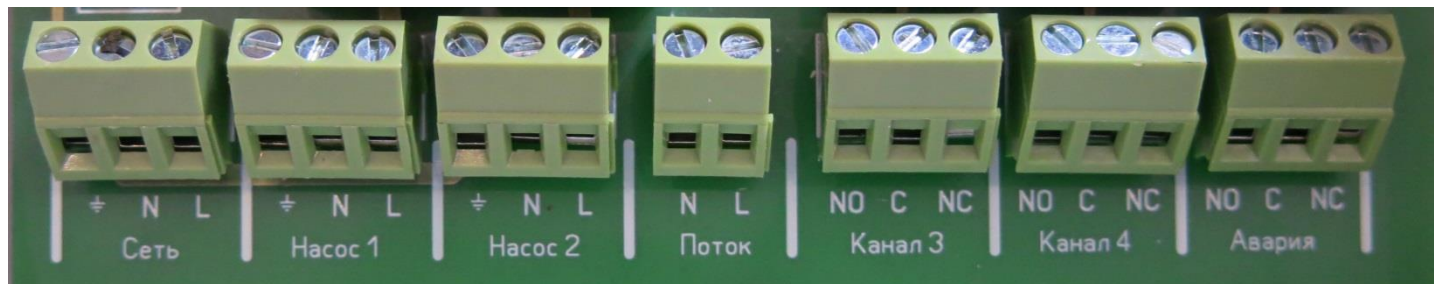

Рис.1
**Порядок подключения** электрических проводов к Устройству показан на рис.1: